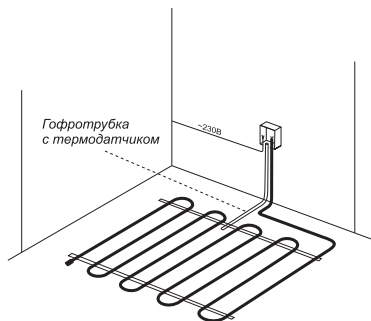

Рис.2 Монтаж датчика температуры пола
5.1.2 Датчик температуры для защиты его от повреждений закладывается внутрь гофрированной пластиковой трубки, конец которой герметизируется во избежание попадания цементного раствора. Применение гофрированной трубки позволяет заменять датчик в случае выхода его из строя. Термодатчик рекомендуется устанавливать в верхней части вертикального сечения бетонной стяжки, что повышает точность измерения температуры пола (рис. 2). При необходимости допускается увеличение или уменьшение длины соединительного провода термодатчика.
Терморегулятор монтируется и подключается после установки и проверки нагревательной секции или мата (рис. 2).